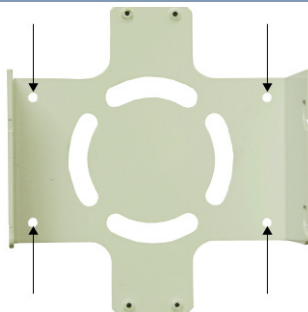

Figura 1: Orificios de montaje del soporte
1. Fije el soporte a la pared o al techo con los cuatro tirafondos 10/32. Consulte la figura 1.